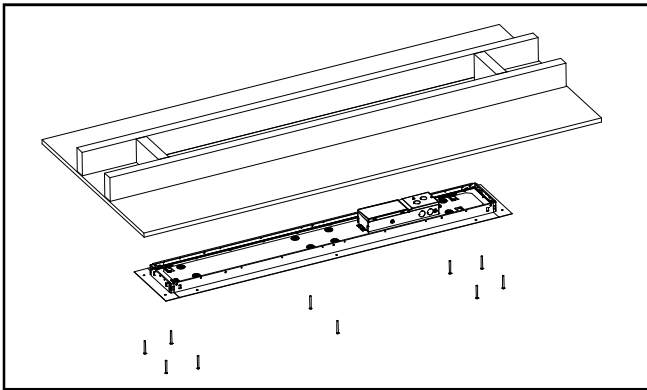

Figura 3
- Instale el marco con la luminaria en el recorte del techo y fíjelo usando los tornillos con protección contra robo incluidos. (Figura 3)